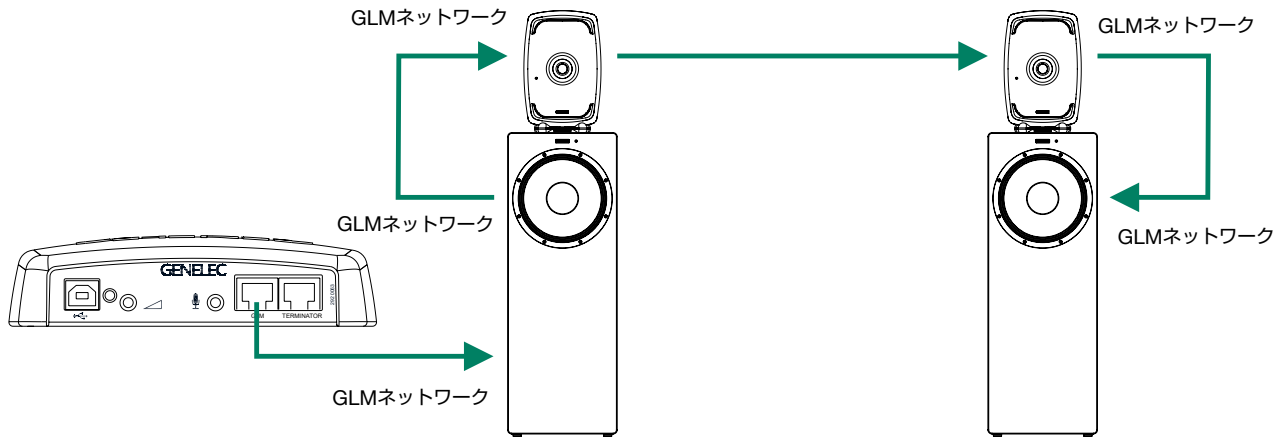

図8. 付属のネットワークケーブル (5 m) を用いたGLMネットワークの接続例 ※オーディオ信号用のケーブル接続は含まず
- 各モニターとアダプティブ・ウーファー・システム、そして最後に GLM アダプターのコントロール・ネットワーク入力を CAT5 (RJ45) ケーブルで接続します (図 8 参照)。